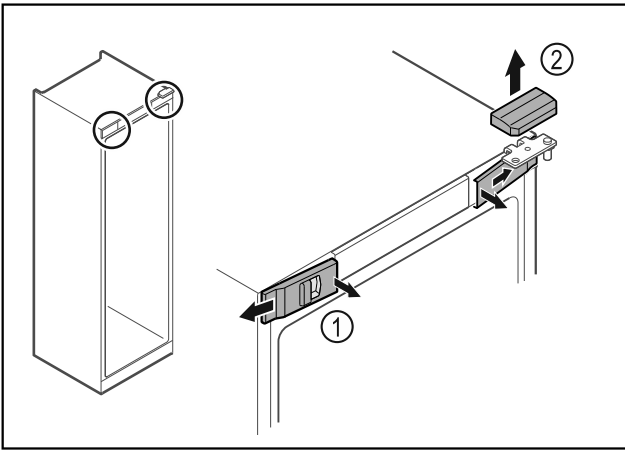

Fig. 16
- Paina etummaisetsuojukset Fig. 16 (1) sisäpuolelta irti ja ota ne sivukautta pois.
- Ota ylempi suojus Fig. 16 (2) yläkautta pois.